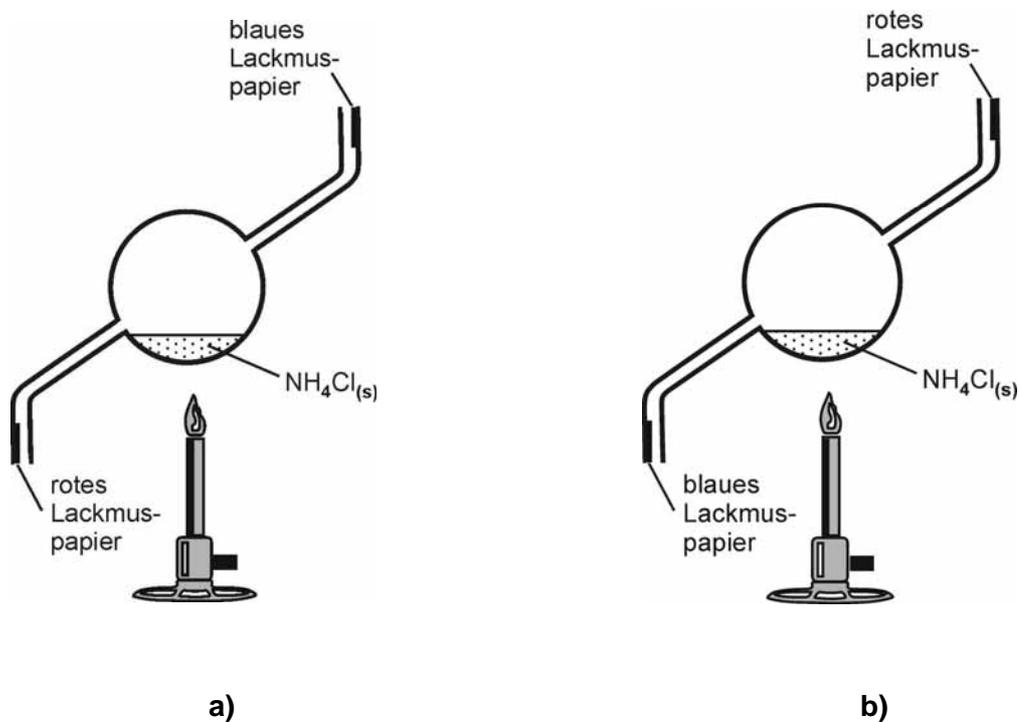

Abb. 3.2: Thermische Zersetzung von Ammoniumchlorid
3.2 Das Salz Ammoniumchlorid wird nach einer der Darstellungen in Abbildung 3.2 „Thermische Zersetzung von Ammoniumchlorid“ stark erhitzt.